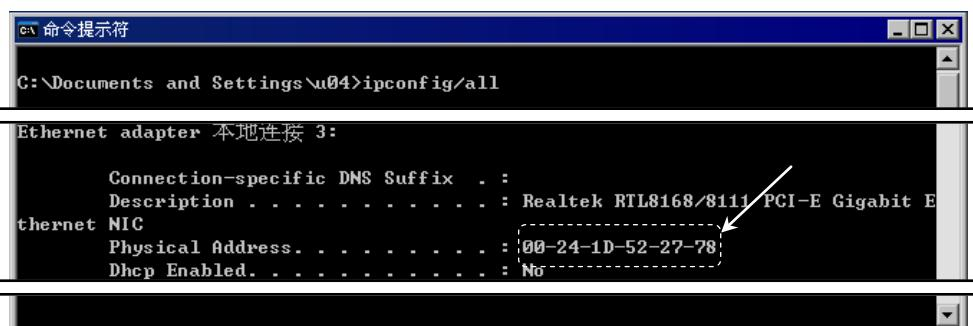

图 2.4.2 获得网卡号
Step2. 在 C:\>提示符下，输入 ipconfig /all 命令并按 Enter 键，即可获得计算机网卡号。图 2.4.2 中的 00-24-1D-52-27-78 即为网卡号。